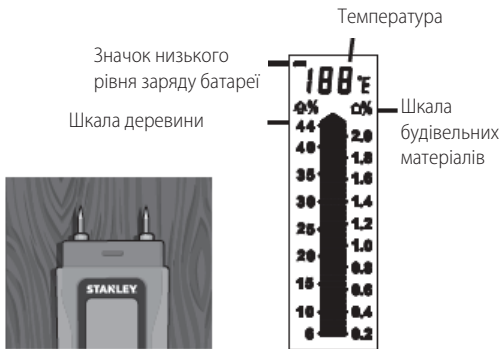

Рисунок 1
- У деревині вимірювання робляться поперек волокон (рисунок 1).